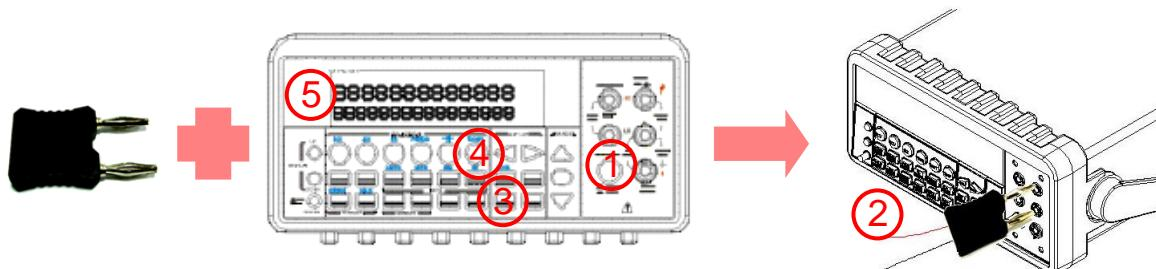

図 3-12
- ① TERMINALS スイッチを使用して前面パネルの入力端子を選択します。
- ② 図 3-12 に示すように、必ず热電対アダプタと热電対モジュールの組み合わせで温度を測定します(以下の図に示すようにモジュールの接続が完成したら、次のステップに進みます。)
- ③ CONFIG、TCOPL(SHIFT+TEMP)ボタンを順に押して、K TYPE、°C をはじめとする热電対のタイプおよび単位を設定した後、ENTER ボタンを押します。
- ④ SHIFT、TEMP ボタンを順に押します。
- ⑤ ディスプレイ上の測定値を読み取ります。